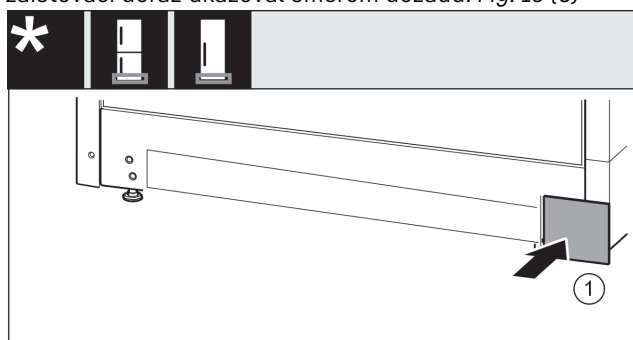

Fig. 14
- Kryt opäť nasadíte na druhú stranu. Fig. 14 (1)